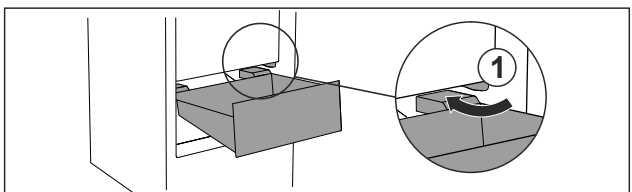

Fig. 72
- ▶ Прокарайте чекмеджето под ъгъл около ограничителите Fig. 72 (1).